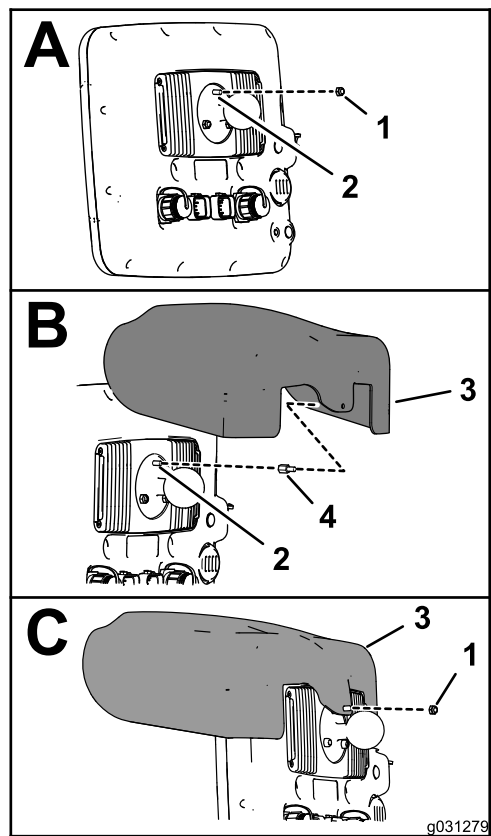

图 155
1. 在打药车监控器的背面让 2 个接头 26 针向下对齐从球形枢轴接头的双头螺栓上卸下顶部锁紧螺母 5mm 图 155。
3. 将螺纹隔离柱旋回球形枢轴接头的双头螺栓图 155 上紧隔离柱扭矩至 250N·cm。
5. 将显示器罩上的孔与螺纹隔离柱的螺栓部分对齐图 155。